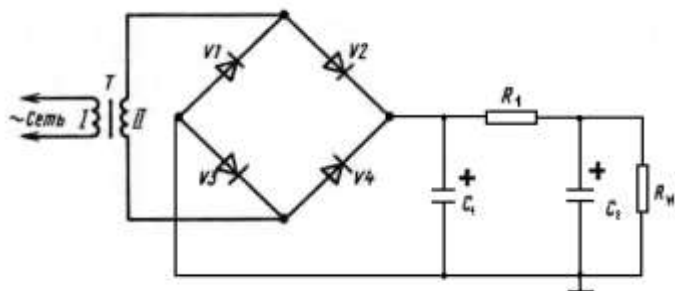

Рис.1.
1. Соберите схему электронного устройства в соответствии с принципиальной электрической схемой варианта (рис.1).